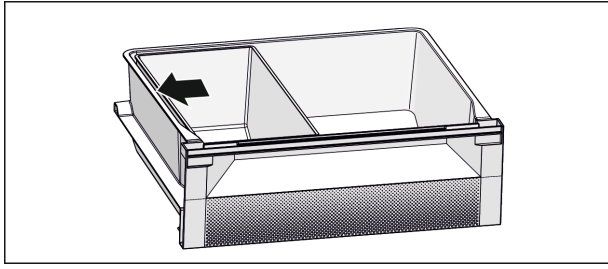

Fig. 7
- ▶ 实现最佳冷却功能：按图放置 Fish & Seafood 存放盒 (参见 Fig. 7)。